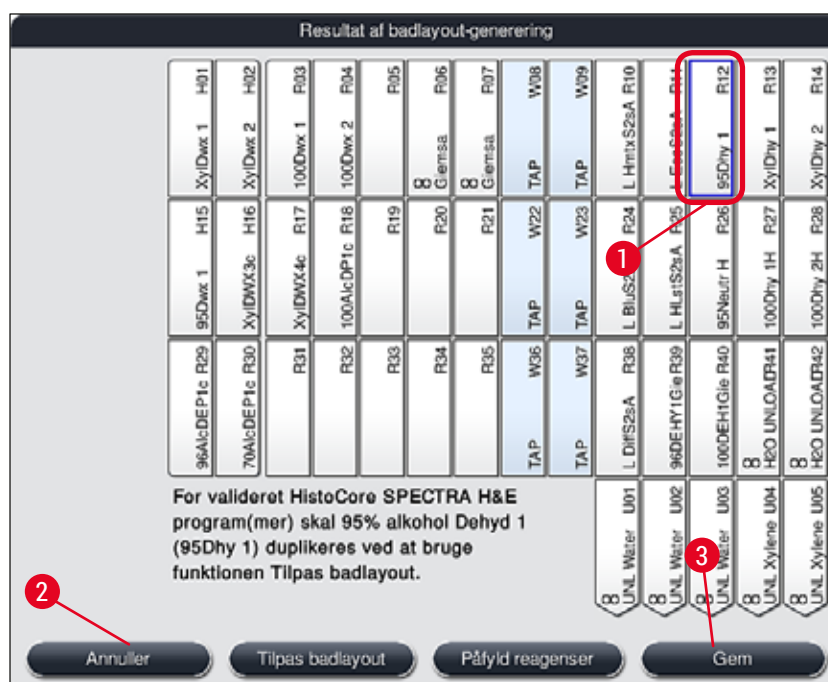

Fig. 53
- Efter at softwaren har beregnet badlayoutet ved hjælp af de prioriterede programmer, får brugeren en oversigt over resultaterne vist på skærmen (→ "Fig. 53").
- Hvis der ikke er integreret Leica-programmer i badlayoutet, afviger visningen (→ "Fig. 53") fra den viste (ikke vist). I dette tilfælde kan reagenserne påfyldes som beskrevet i (→ S. 78 – Påfyldning af reagenser).